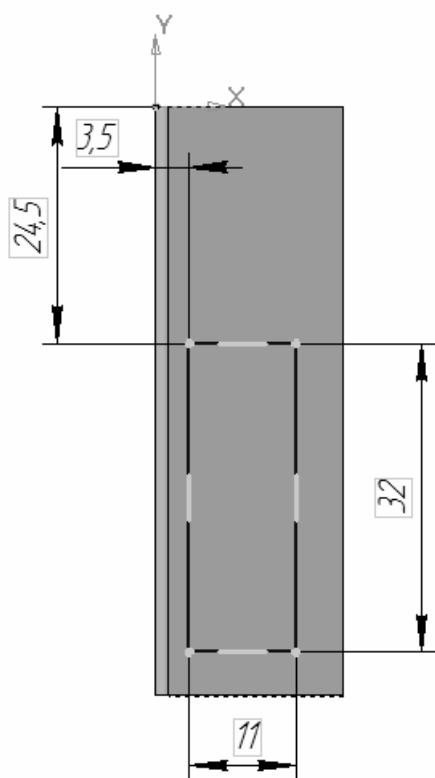

Рис. 7.24. Эскиз выреза
14. На выделенной грани постройте эскиз, изображённый на рис. 7.24.